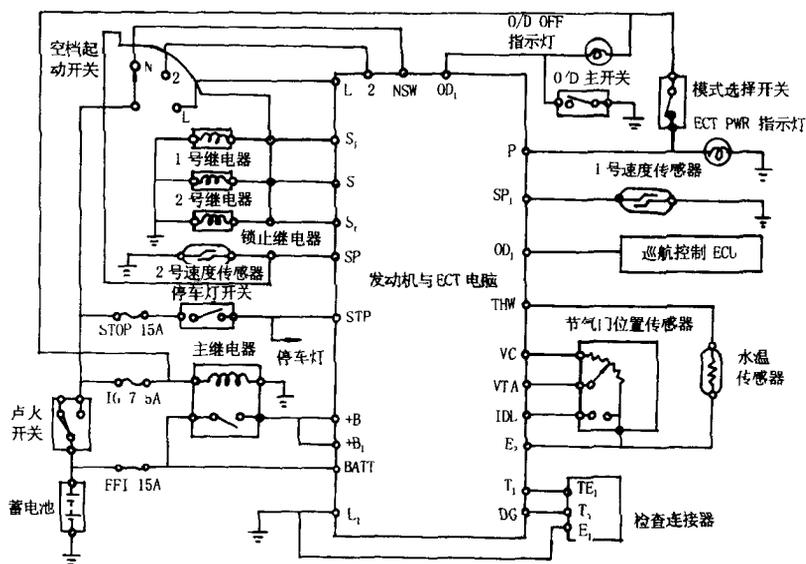

图 1-32 皇冠 3.0 自动变速器电控线路图
(1) 自动变速器电控部分虽复杂（电路图见图 1-32），但最终其控制的是 2 个换挡电磁阀的动作，因此先对电磁阀进行检查。将 2 个换挡电磁阀和 1 个锁止电磁阀拆下，测量电磁阀电阻在  $11 \sim 15\Omega$  之间，正常。在 3 个电磁阀不通电的情况下，将压缩气体对准电磁阀上的阀孔，换挡电磁阀密封良好，无气体泄漏，锁止电磁阀有气体泄漏。再将电磁阀通上电源使其动作，再通至压缩气体，换挡电磁阀有气体漏出，锁止电磁阀密封良好。从以上检查表明，换挡电磁阀和锁止电磁阀均正常。再在两个换挡电磁阀上分别并联上两个发光二极管，按表 1-7 所示，开车上路试验，检查电磁阀的动作，与表 1-7 相符，这样可消除疑点。